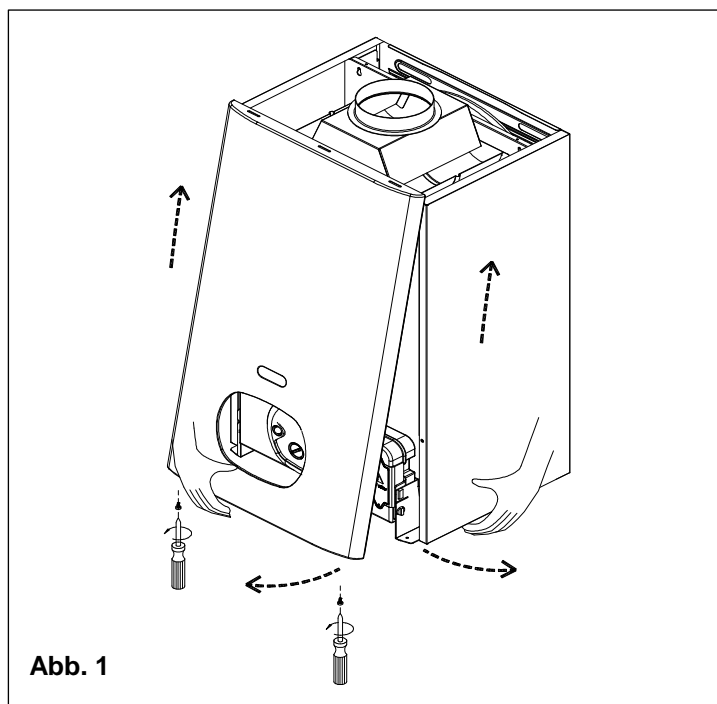

Abb. 1
- Die stirnseitige Wand am unteren Teil packen, zu sich ziehen (Abb. 1) und mit einer Bewegung nach oben herausziehen;
- Die vordere Wand entfernen (siehe Abb. 1);